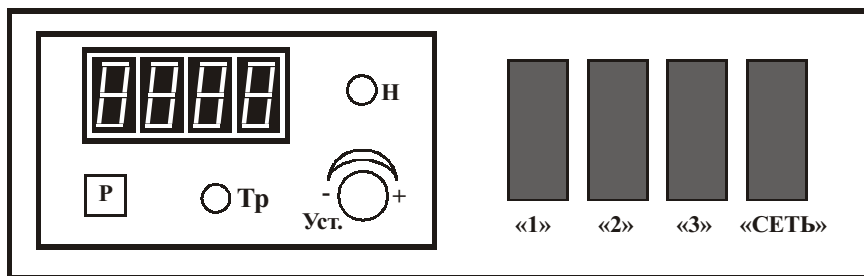

Рис. 2. Пульт управления ТПЦ-550ИН
5. Включить тумблер «сеть» на панели блока управления 4. При этом должен загореться индикатор внутри тумблера и индикатор однодисплейного терморегулятора (рис.2) и заработать электродвигатель циркуляционного вентилятора 14.
7. Нажать кнопку 17 «пуск» на корпусе аппарата, при этом должен прийти в движение конвейер 3, и если конвейер движется в обратном направлении (к оператору), следует выключить тумблер «2», тумблер «сеть» (рис. 2) и, обесточив аппарат поменять порядок фаз в питающей сети (данная операция проводится однократно при первичном включении аппарата), после чего повторить п.п. 5–7.
8. Включить тумблер «Сеть», При включении тумблера «Сеть» загорается цифровая шкала прибора терморегулятора ИТР (см рис.2) и индикатор нагрева «Н» в правом верхнем углу панели прибора. Нажимая и удерживая кнопку «Р» вращением ручки «Уст» устанавливают на цифровой шкале нужную температуру камеры. При этом загорается индикатор «Тр», указывающий на то, что включен режим настройки.
9. Включить тумблеры «1» (нагрев термокамеры) и «3» (рис.2). ТЭНы начнут нагрев термокамеры. Через 15-20 минут температура в камере достигнет заданной величины.
1. Выключить тумблеры «1» и «3» (рис.2).
3. По остывании камеры до $50^{\circ} - 70^{\circ} \text{C}$ выключить тумблеры «2» и «сеть» на панели 4 (рис.2). Нежелательно выключать конвейер (тумблер 2) при неостывшей камере, так как это приведет к перегреву частей конвейера и, следовательно, снизит его ресурс.